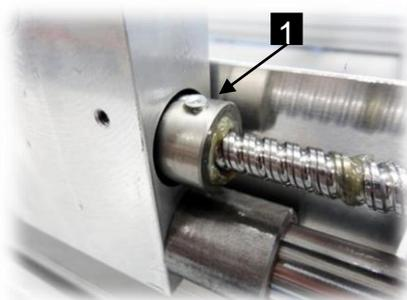

Abb. 35: Kugelumlaufspindel X-Achse
- 4 Fettpresse mit hellem Lagerfett auf die Fettbohrung der Kugelumlaufmutter X-Achse (Abb. 35 /1) setzen.